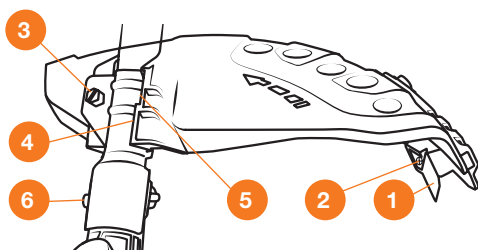

Рис. 5
- На защитный кожух установите подрезной нож **1** и закрепите его саморезом **2**, снимите с ножа защитную накладку (Рис. 5).